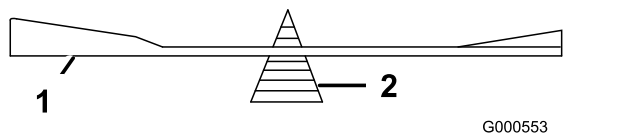

**Figura 62**
1. Utilice una lima para afilar el filo de corte en ambos extremos de la cuchilla (Figura 62).
**Nota:** Si la cuchilla no está equilibrada, rebaje algo del metal en la parte de la vela solamente (Figura 62).